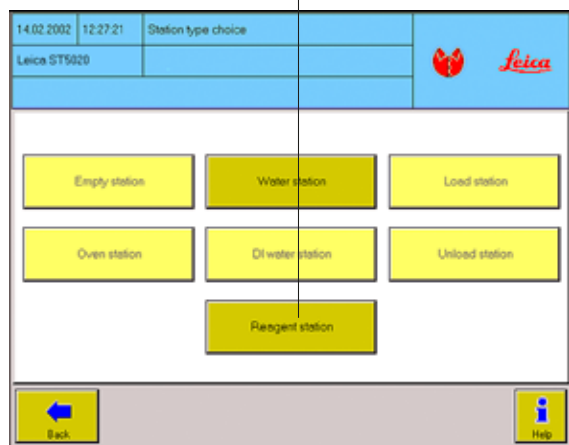

Рис. 53
- Если станция пуста, отображается только кнопка **CHANGE STATION TYPE (8)**.
- При нажатии **CHANGE STATION TYPE** открывается меню **STATION TYPE CHOICE (рис. 53)**, где вы можете увидеть, к каким типам станций может быть отнесена данная. Кнопки станций, которые не могут быть выбраны, не активны.
- В зависимости от выбранного типа показывается дополнительная информация о станции. Информация, отображаемая для всех типов станций (9):